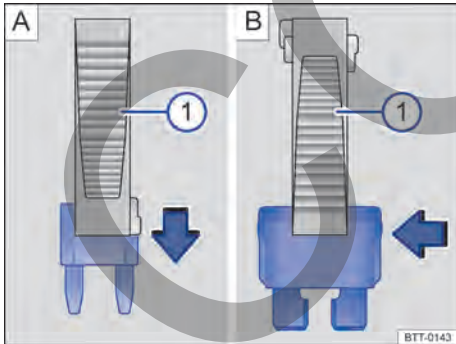

Fig. 199 Quitar o instalar un fusible con la garra de la pinza de plástico ⓘ.
- De ser necesario, retirar la pinza de plástico → fig. 199 ⓘ de la cubierta de la caja de fusibles.
- En caso de *fusibles pequeños*, encajar la garra ⓘ por encima → fig. 199 A.
- En caso de *fusibles mayores*, empujar la garra ⓘ lateralmente sobre el fusible → fig. 199 B.